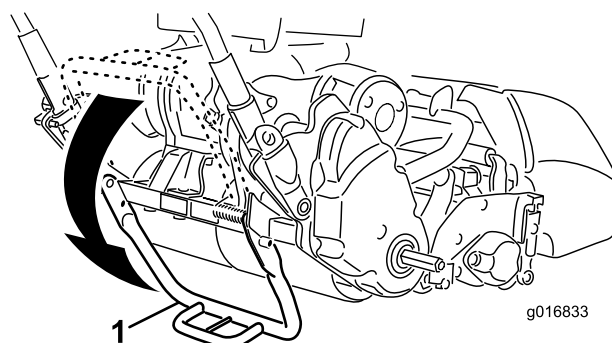

Figura 7
1. Con il piede, abbassate il cavalletto **spingendo nel centro** e alzate la stegola centrale inferiore della macchina fino a quando il cavalletto non è ruotato in avanti, sopra il centro (Figura 7).